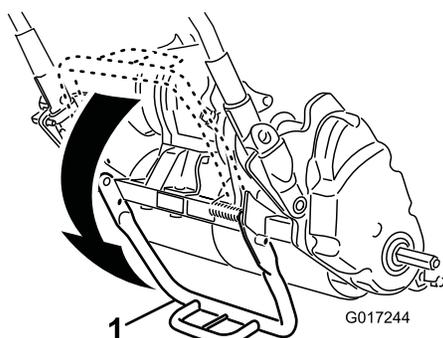

図15
1. キックスタンドを立てるスタンドを足で下しながらハンドルで機体を持ち上げて機体をスタンドで支える図15。